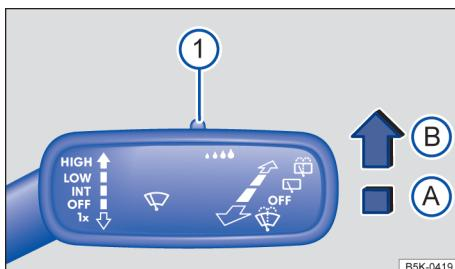

Fig. 114 À direita da coluna de direção: alavanca dos limpadores dos vidros.
Pressionar a alavanca para a posição desejada → Fig. 114:
A sensibilidade do sensor de chuva e de luz pode ser ajustada manualmente com o interruptor na alavanca dos limpadores do para-brisa → Fig. 114 (1)